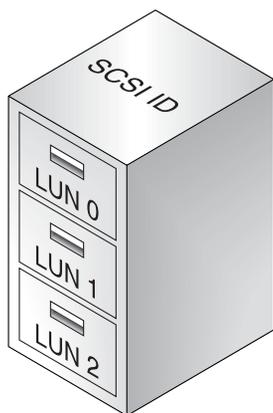

图 8-1 文件柜代表 SCSI 或 FC 的 ID
图 8-1 为系统驱动器映射到主机 ID/LUN 组合的示意图。FC 或 SCSI ID 就像文件柜, LUN 就像文件柜的抽屉。每个柜子 (ID) 最多可以有 32 个抽屉 (LUN)。数据可以存储在 FC 或 SCSI ID 的一个 LUN 中。大多数 FC 主机适配器将 LUN 看作另一个 FC 或 SCSI 设备。